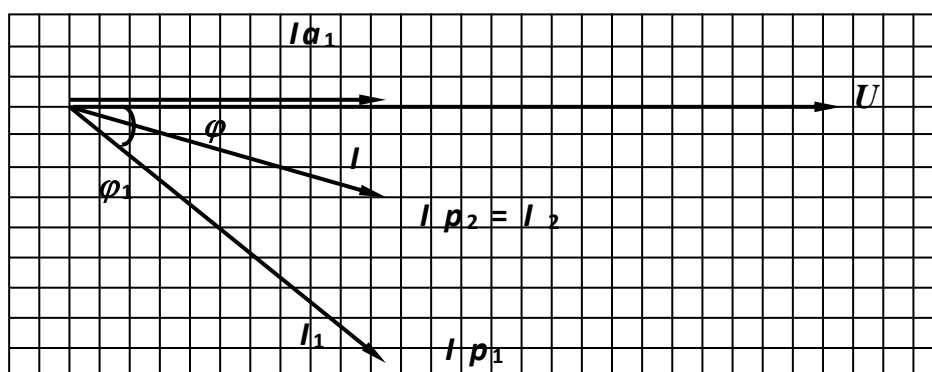

Рис. 1.34
**10.** Построение векторной диаграммы (рис. 1.34) начинаем с построения вектора напряжения, так как при параллельном соединении элементов схемы напряжение на ветвях цепи одинаковый. Направляем вектор напряжения по оси  $X$ .